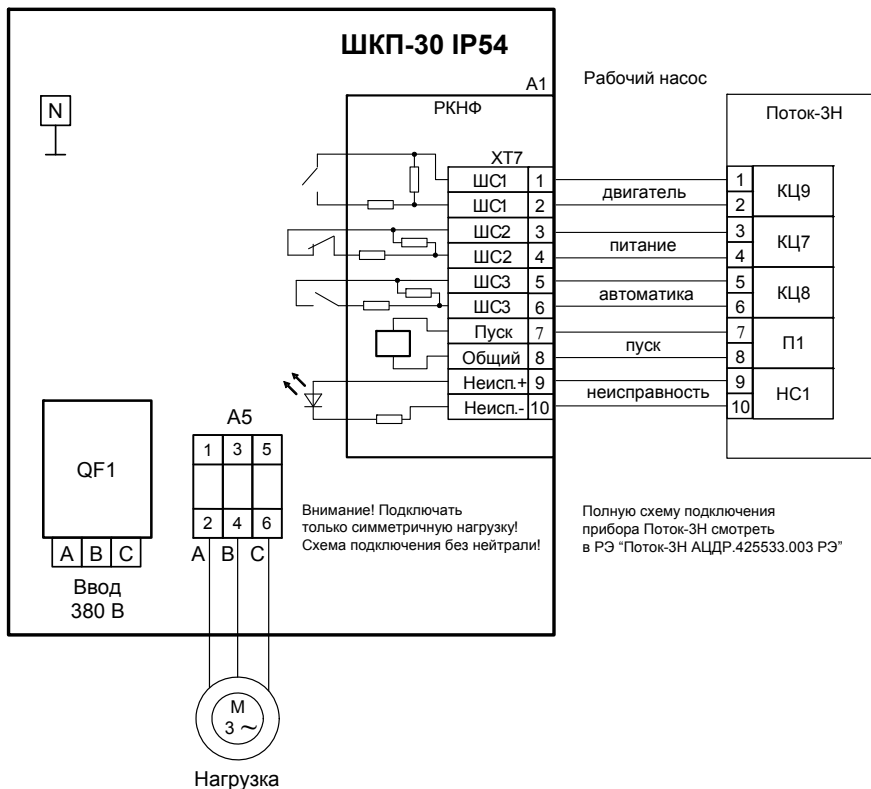

Рисунок 2. Схема электрическая подключения шкафа при эксплуатации «ШКП-30 IP54» АЦДР.425412.005-03 IP54 ЭТ Изм.0 АЦДР.5331-14 от 19.05.2014
- 3) подключить к шкафу провода питающего сетевого напряжения, цепей нагрузки и контроля состояния согласно схеме электрической рис. 2;